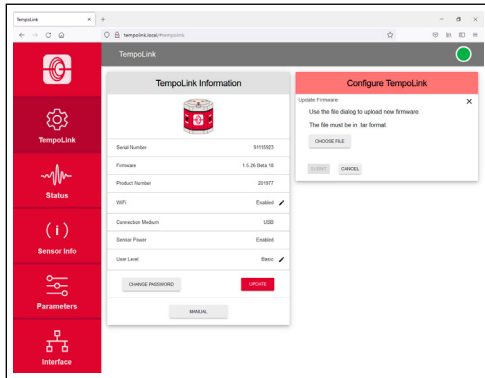

Abb. 19: Das Fenster „Configure TempoLink“ zur Firmware-Aktualisierung
- Klicken Sie auf die Schaltfläche UPDATE. Das Fenster „Configure TempoLink“ öffnet (Abb. 19).